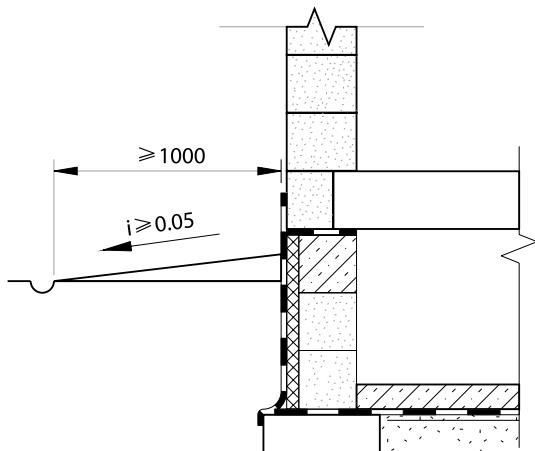

Рис. 4.2. Схема расположения гидроизоляции подвала.
2. Стены подвала или цоколя должны иметь горизонтальную и вертикальную гидроизоляцию, предохраняющую материалы этих конструкций, а также расположенных выше частей здания от грунтовых вод и дренирующейся атмосферной влаги. Горизонтальная гидроизоляция должна быть устроена по верхнему обрезу стен подвала или цоколя, а также по верхнему обрезу конструкций фундаментов и под полом подвала (рис. 4.2).